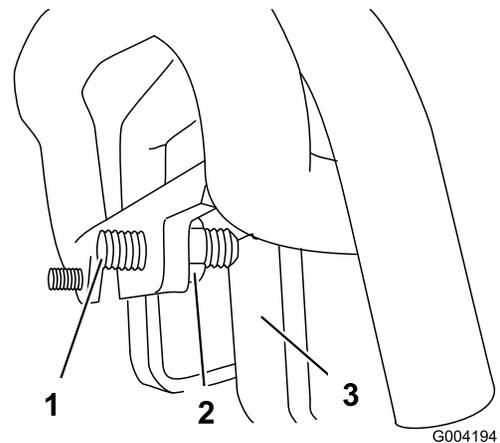

図 52
左側のジャムナットをゆるめて固定ねじの調整を行う 図 52。
- 3. マシンが **左**にずれていく場合には、走行コントロール前部にある走行固定ねじを固定している **右側**のジャムナットをゆるめて固定ねじの調整を行う 図 52。